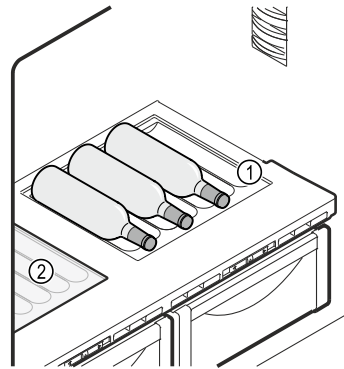

Fig. 189 Beispielhafte Darstellung
- ▶ Glasplatte Fig. 189 (2) unter der variablen Flaschenablage einlegen.